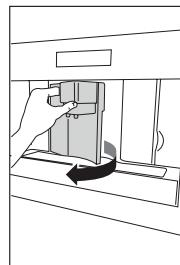
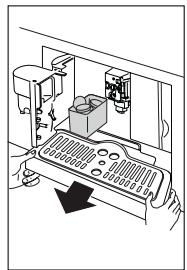
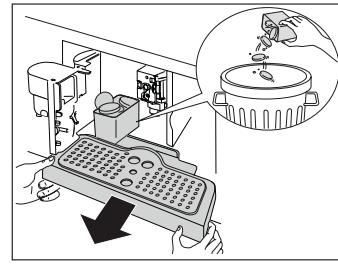

Fig. 23
Fig. 24
Fig. 39
► Pour le nettoyer, ouvrir le volet de service à l'avant en tirant sur le bec à café (Fig. 23), retirer le bac récepteur (Fig. 24), le vider et le nettoyer (Fig. 39).